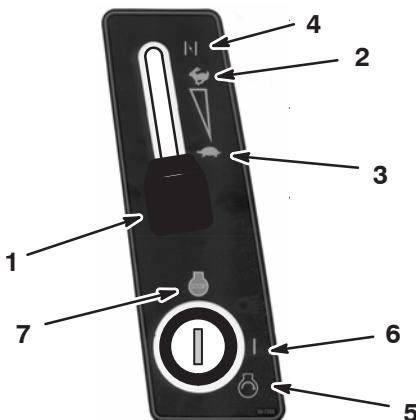

Figure 11
- Réglez la manette d'accélérateur en position Ralenti (Fig. 11).
- Tournez la clé de contact dans le sens des aiguilles d'une montre et maintenez-la en position de Démarrage (Fig. 11). Relâchez la clé quand le moteur démarre.
- Lorsque le moteur a démarré, amenez progressivement la manette d'accélérateur en position Régime maximum (Fig. 11).
- Placez la manette d'accélérateur en position Ralenti (Fig. 11).
- Tournez la clé de contact en position Contact coupé (Fig. 11).